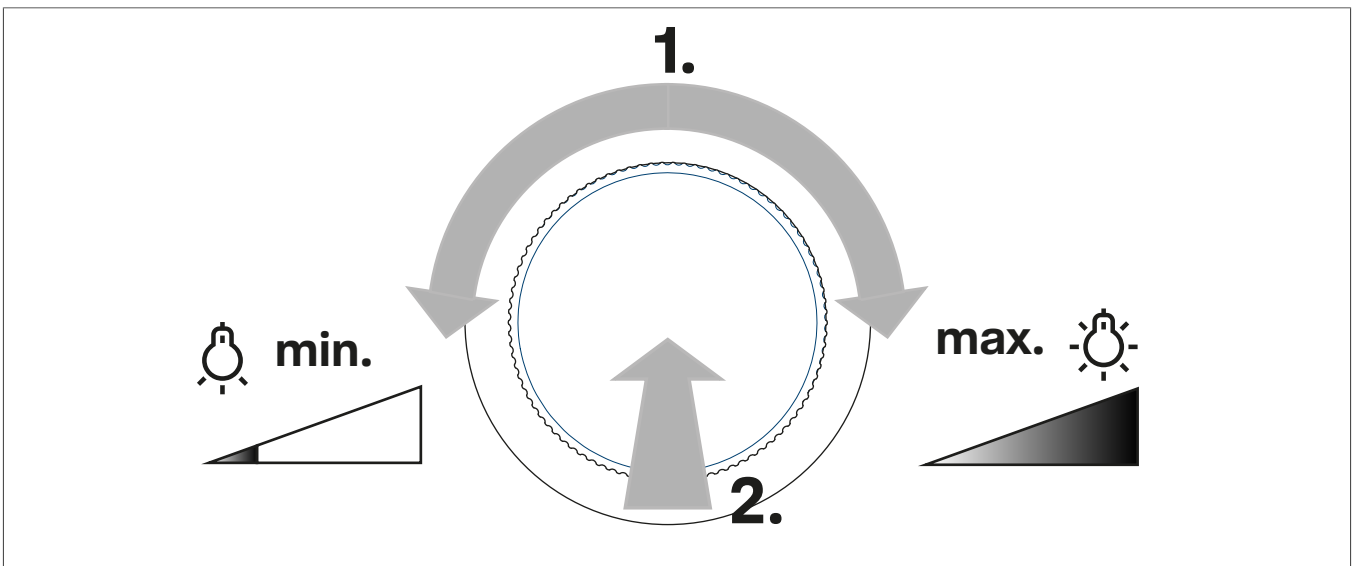

Bild 2: Einschalten mit minimaler oder maximaler Helligkeit
- Einstellknopf um eine viertel Drehung drehen, dann Einstellknopf kurz drücken. Das Licht schaltet mit minimaler Helligkeit oder maximaler Helligkeit ein (Bild 2).